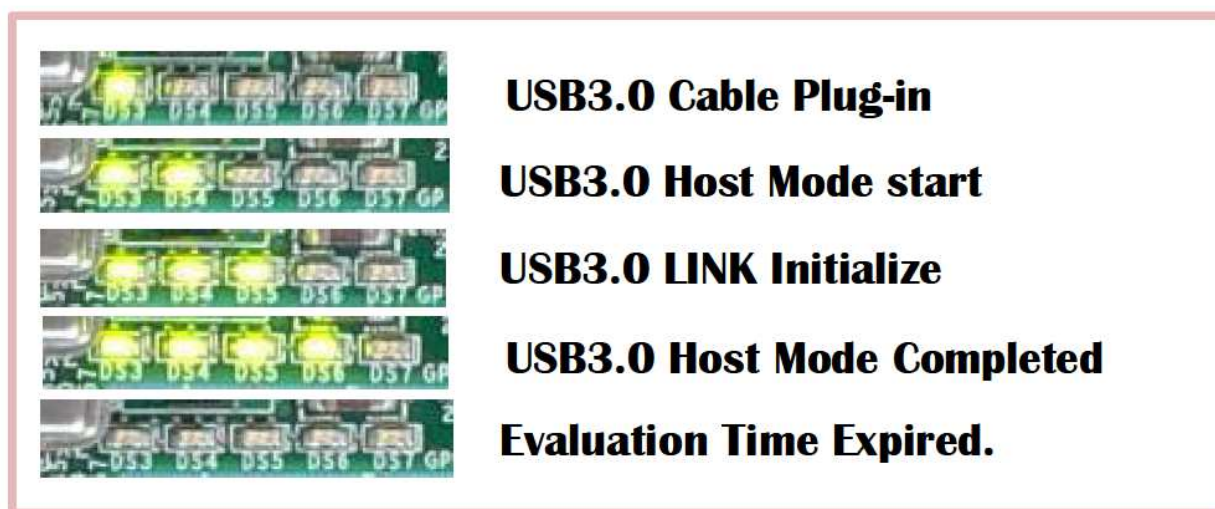

図 18: ホスト正常起動時の LED 点灯状態 (SP605 の場合)
- FPGA の動作が開始したら FPGA 評価ボード上の LED0-3 の発光パターンが図 18 の状態であるかを確認します。各 LED の意味は下表 4 を参照してください。なお、USB ケーブルを外すと LED0 が点滅し、その他の LED は消灯します。再挿入すると状態に応じた点灯状態となります。